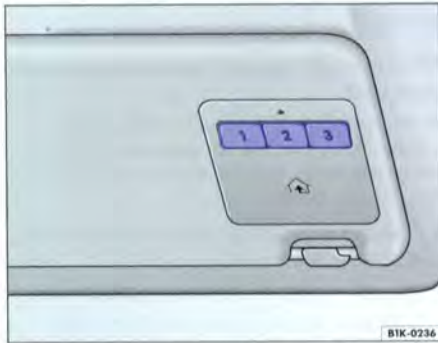

Fig. 33 Unité de commande : touches et module émetteur pour la commande à distance programmable située dans le pare-soleil
Vous pouvez transférer sur les touches ⇒ fig. 33 ①, ② et ③ les fonctions de trois radiocommandes aux maximum de certains produits (par ex. les commandes électriques d'un portail ou d'une porte de garage, d'une alarme domestique ou d'installations d'éclairage).
- Appuyez sur les touches ⇒ fig. 33 ① et ③ jusqu'à ce que le témoin situé au-dessus de la touche ② commence à clignoter. Relâchez alors immédiatement les deux touches. Ceci a pour effet d'effacer le réglage effectué en usine. Vous n'avez plus à répéter cette opération pour programmer les autres touches. Si, cependant, vous maintenez ces touches enfoncées plus longtemps, le réglage effectué en usine est rétabli. Vous devez alors recommencer depuis le début.
- Maintenez la radiocommande du produit (par ex. la télécommande d'une porte de garage) à environ 0 à 30 cm des touches situées dans le pare-soleil ⇒ fig. 33.
- Appuyez sur la touche souhaitée de la radiocommande du produit et maintenez-la enfoncée en même temps que la touche ①, ② ou ③ jusqu'à ce que le témoin situé au-dessus de la touche ② se mette à clignoter lentement, puis rapidement.
- Appuyez sur la touche correspondante dans l'unité de commande située dans le pare-soleil ⇒ page 47, fig. 33 pour faire exécuter la fonction souhaitée ⇒ .
- Maintenez la radiocommande du produit (par ex. la télécommande d'une porte de garage) à environ 0 à 30 cm du module émetteur ⇒ page 47, fig. 33.
- Appuyez sur la touche de la radiocommande du produit et maintenez-la enfoncée en même temps que la touche ①, ② ou ③ jusqu'à ce que le témoin situé au-dessus de la touche ② se mette à clignoter lentement, puis rapidement.
- Vous devez appuyer sur la touche ⇒ page 47, fig. 33 ①, ② ou ③ au plus tard 30 secondes après avoir appuyé sur la « touche de réglage » du moteur de commande. Appuyez sur la même touche une deuxième fois pour terminer la procédure. Sur certains systèmes, vous devez cependant appuyer une troisième fois sur la touche.
- Appuyez simultanément sur les touches ⇒ page 47, fig. 33 ① et ③ jusqu'à ce que le témoin situé au-dessus de la touche ② commence à clignoter rapidement. Relâchez alors immédiatement les touches. Toutes les programmations sont effacées.